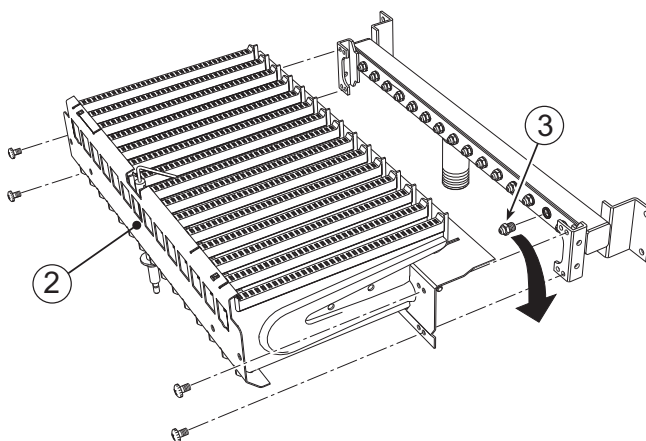

fig. 18
1. Sostituire gli ugelli (rif. 3 - fig. 18) al bruciatore principale (rif. 2 - fig. 18), inserendo gli ugelli indicati in tabella dati tecnici alla sez. 4.4, a seconda del tipo di gas utilizzato.